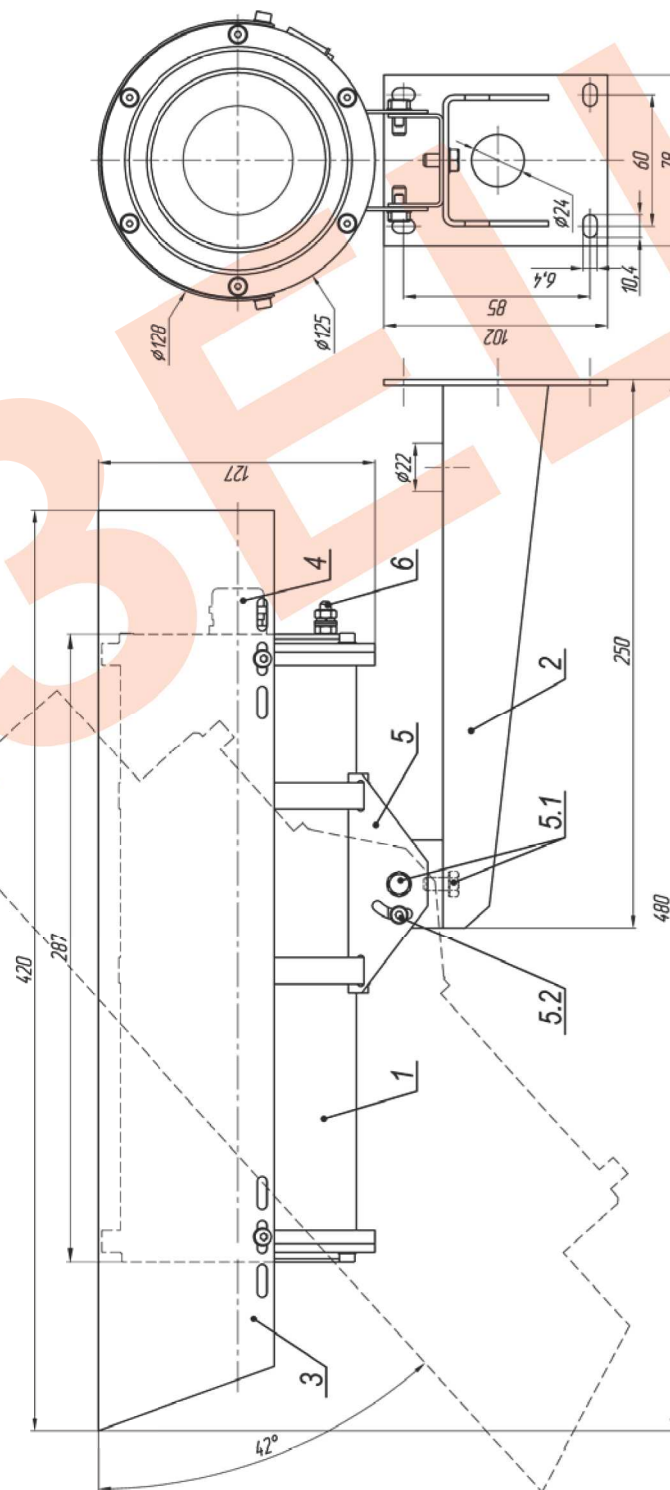

Рис.1 Габаритные и установочные размеры ТВК-190 IP
2. Ослабив болты и винты фиксации шарнира (поз.5.1 и 5.2 рис.1), установить гермобокс на нужное направление обзора, после чего надежно зафиксировать шарнир затянув выше перечисленные болты и винты.
3. Заземлить гермобокс с помощью болта заземления (поз.6 рис.1).
Состав изделия: (см. рис.1)